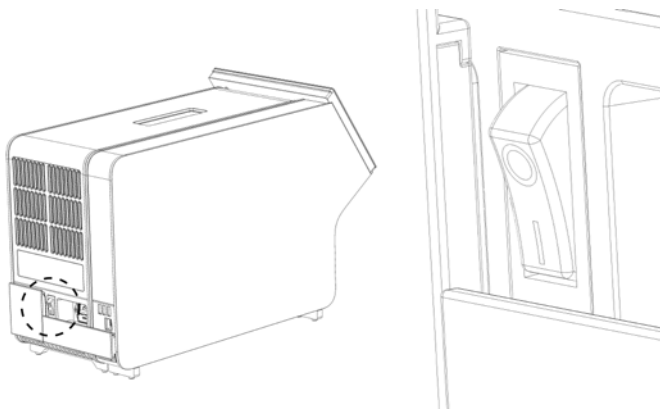

Abbildung 11: Lokalisieren des Netzschalters und Einstellen in die Position „I“
- Schalten Sie das Gerät ein, indem Sie den Netzschalter an der Rückseite des Analysemoduls in die Position „I“ stellen (Abbildung 11). Überprüfen Sie, ob die Statusanzeigen am Analyse- und am Betriebsmodul blau leuchten.